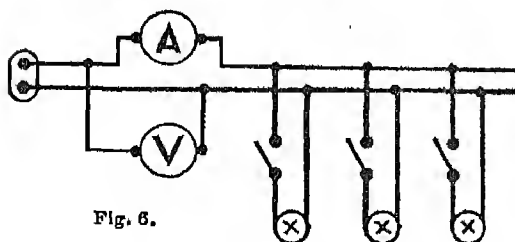

Fig. 6.
3. Décrivez le montage de la figure 6, réalisé sur un secteur à 120 volts. Les lampes ont chacune une puissance de 60 watts.